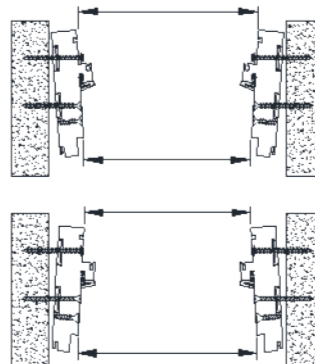

Figura 13
- **Consejo útil:** Si los paneles chocan entre sí o están demasiado separados, es posible que las jambas del marco hayan girado durante la instalación. Mida el ancho del marco en el interior y el exterior (figura 13) para asegurarse de que las jambas estén paralelas y rectas. Esta condición puede corregirse aflojando los tornillos de las jambas y ajustando las calzas.